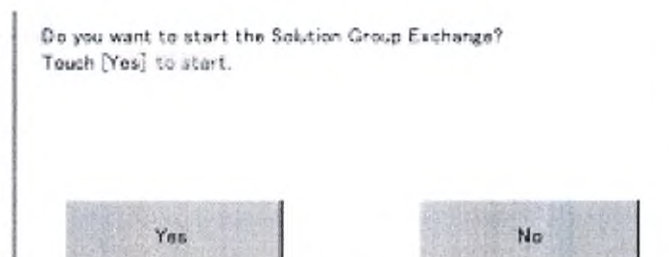

Рис. 97 Диалоговое окно запуска замены растворов
5. Нажмите **Start** (Пуск), чтобы начать процесс. Появится окно подтверждения (Рис. 97).